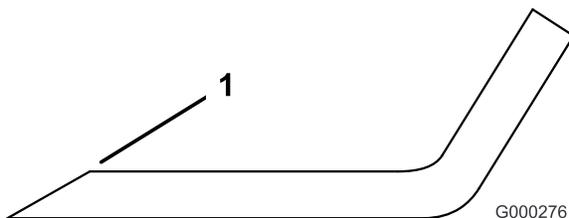

Figure 56
1. Au moyen d'une lime, aiguisés les tranchants aux deux extrémités de la lame (Figure 56). Veillez à conserver l'angle de coupe d'origine. Limez la même quantité de métal sur chacun des deux tranchants pour ne pas déséquilibrer la lame.